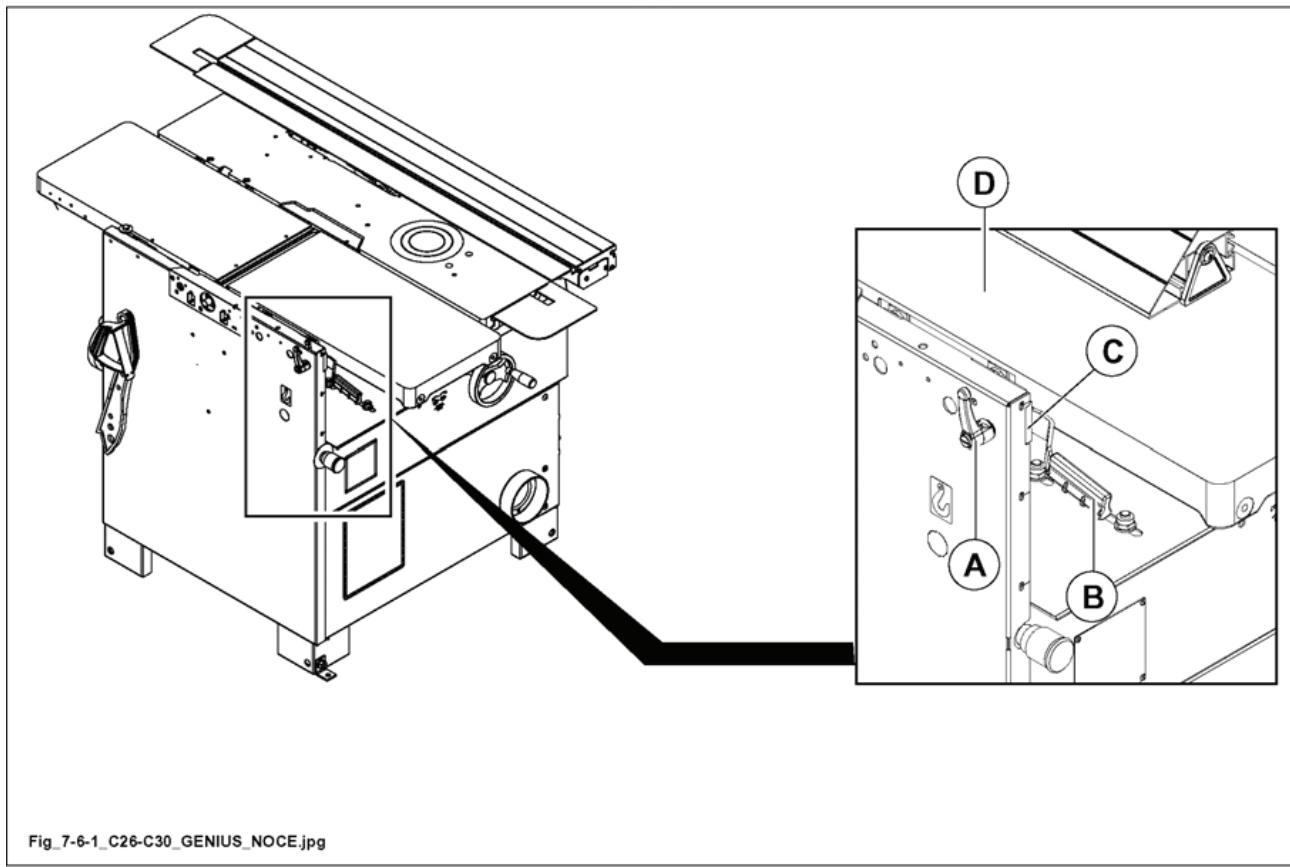

Рис. 7.6-1
- Ослабить фиксатор А (рис. 7.6-1).
- При помощи рычага В (рис. 7.6-1) установить стол D (рис. 7.6-1) на требуемую величину съема. Смещение определяется по шкале С (рис. 7.6-1).
- После завершения регулировки затянуть фиксатор А (рис. 7.6-1).